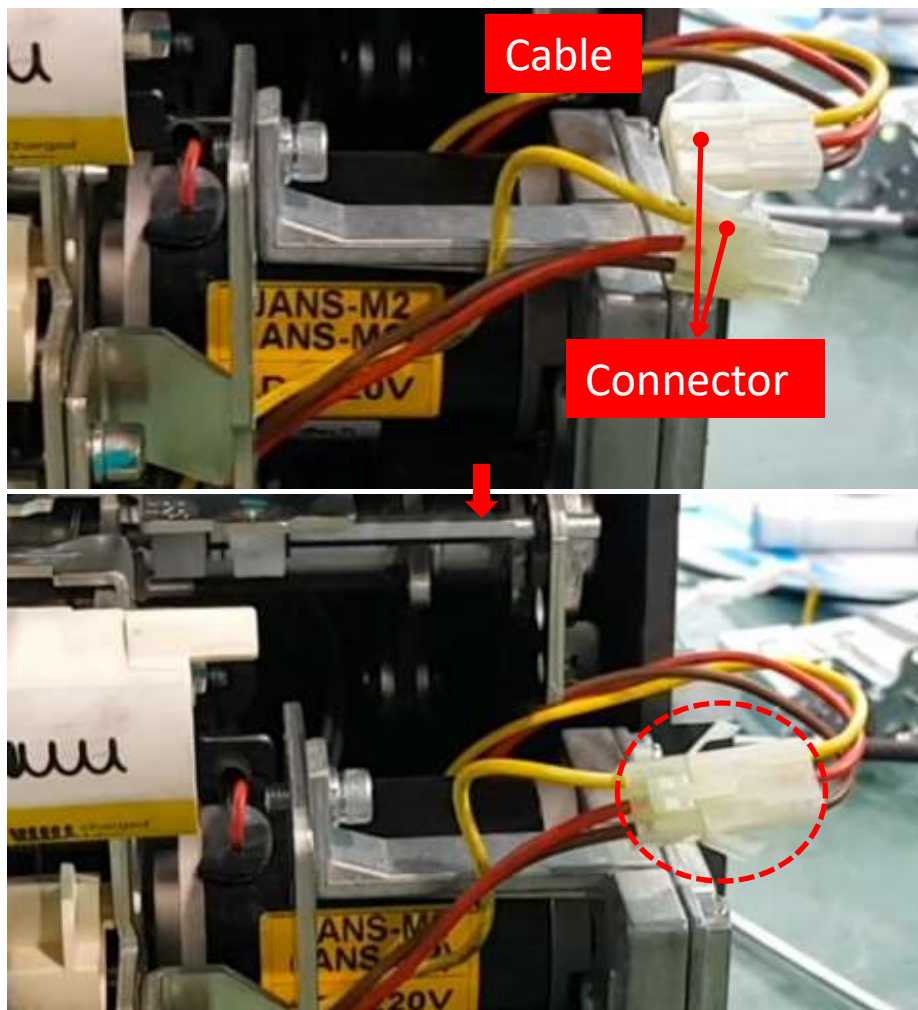

Fig. 8
8. 본체쪽 커넥터와 모터 커넥터를 연결 합니다. 색깔을 맞추어 끼우시면 됩니다. [FIG 8]
[FIG 8]